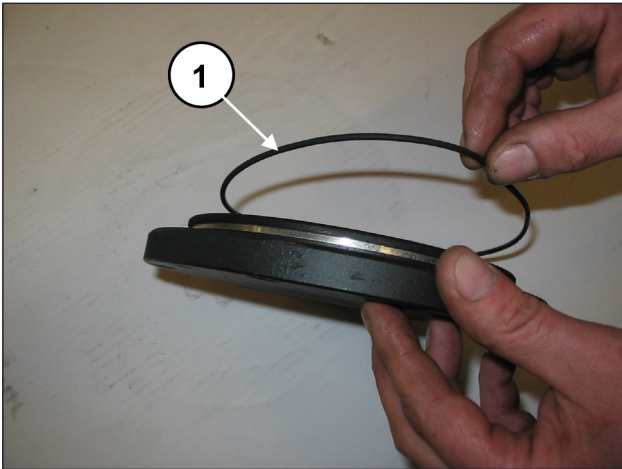
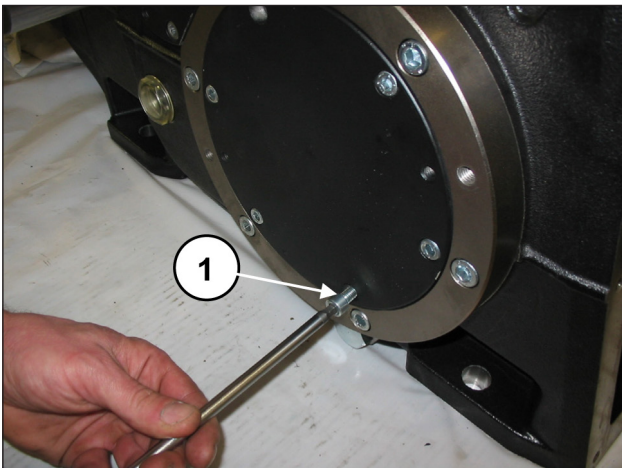

Abb. 90
Abb. 91
Montieren Sie die beiden Lagerdeckel (samt O-Ringen) (Pos. ①, Abb. 90), mit 6+6 Schrauben M8x20 (Pos. ①, Abb. 91). Eichen Sie die Schrauben mit einem Drehmomentschlüssel, wie in Kapitel 3 gezeigt.